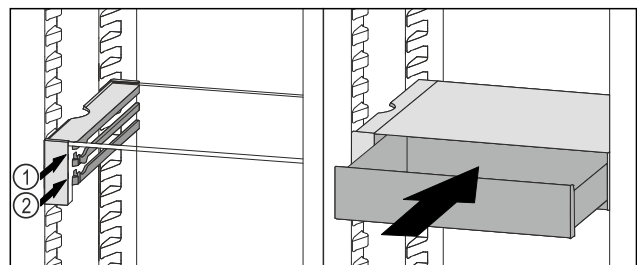

Fig. 95
- ▶ Установите выдвижной ящик VarioSafe за стопоры на требуемый выступ Fig. 95 (1) или Fig. 95 (2).